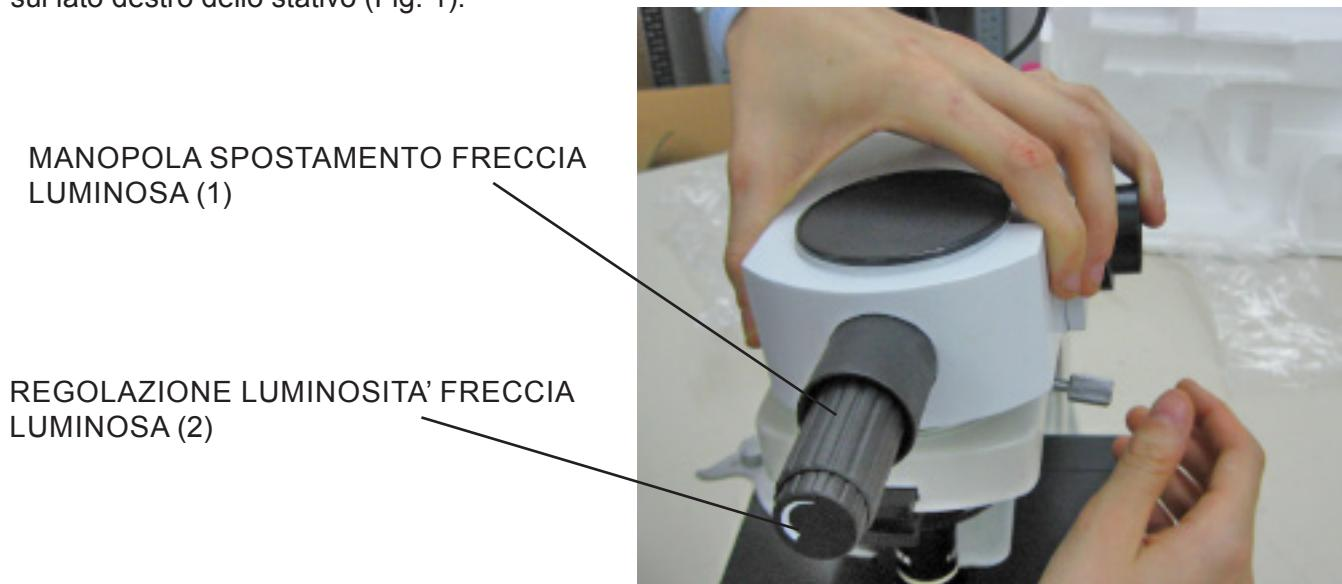

Fig. 1
- 2.2 Inserire il deviatore ottico del dispositivo multi-osservazione e fissarlo con la vite di bloccaggio posta sul lato destro dello stativo (Fig. 1).